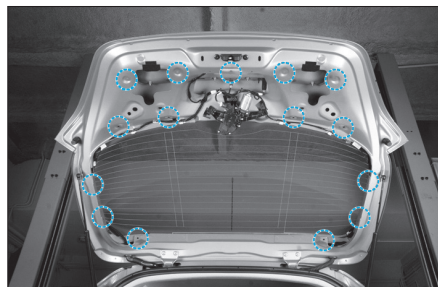

Fig. 85
- Ouvrir le hayon et à l'aide d'une pince à dégrafer, décliper fermement avec précaution la garniture aux endroits indiqués (Fig.85).